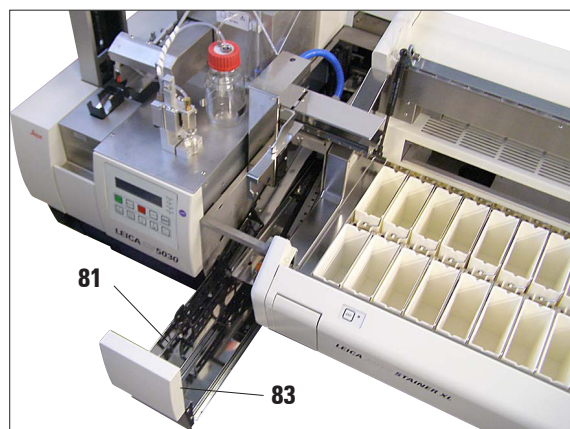

Fig. 42
- Rimuovere i rack depositi sulla rampa (**81**) estraendo il cassetto (**83**) della stazione di trasferimento (Fig. 42) e togliendo i portavetrini vuoti.